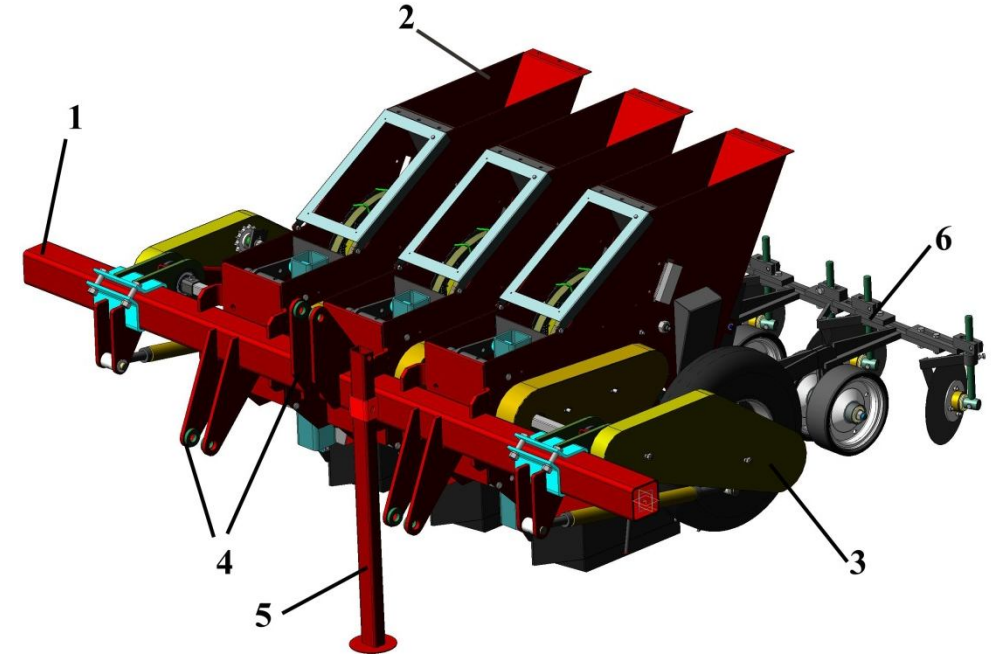

Рисунок 1 – Общий вид машины для посадки лука МПЛС
3.1 Машина для посадки лука севка состоит из рамы 1 (см. рис.1) параллелограммно навешенных высеваящих секций 2 с прикатывающими рамками 6, регулируемых приводных колес 3.